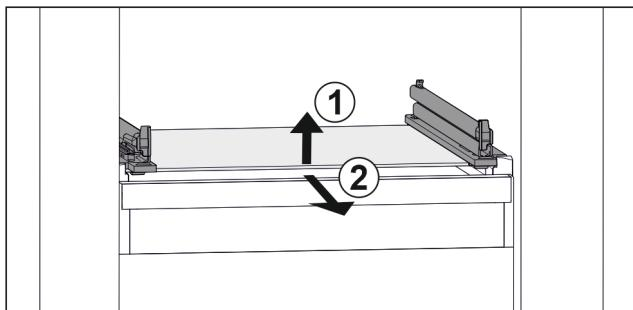

Fig. 166 Примерно изображение на стъклената плоча
- Повдигнете стъклената плоча отпред. Fig. 166 (1)
- Извадете стъклената плоча напред. Fig. 166 (2)